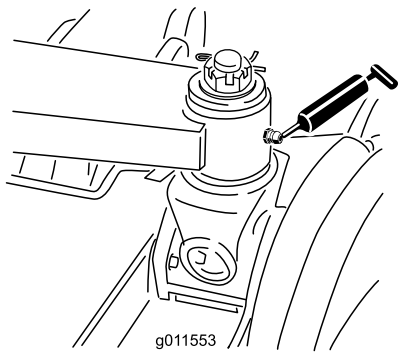

Figura 44
- 6 casquillos de brazos de elevación principales (Figura 43 y Figura 44)